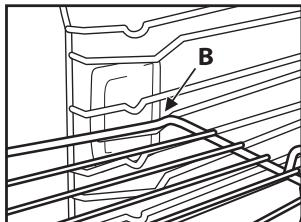

Fig. 2
2. Skråstill risten ved blokkeringssettingen "B" (Fig. 2).